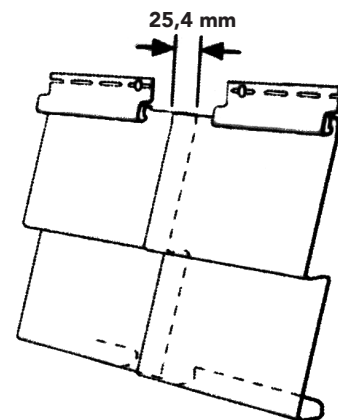

Figure 36
- Lorsque les panneaux se chevauchent, le chevauchement doit être environ 25,4 mm (1 po) (Figure 36).
- Toujours faire les chevauchements loin des entrées et des endroits très passants; l'apparence globale du projet en sera d'autant améliorée (Figure 36).